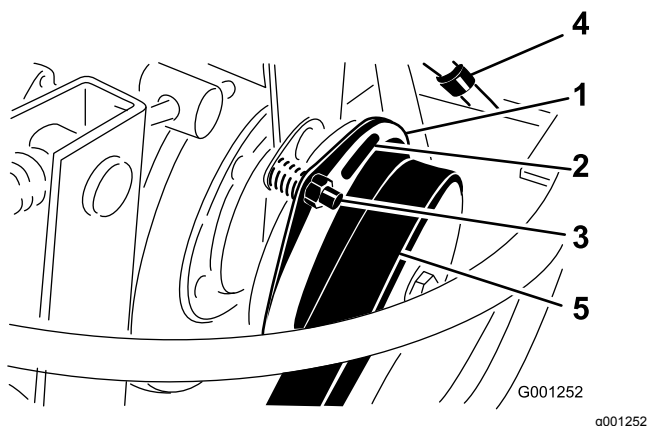

Figura 74
3. Ajuste a folga de modo a permitir a introdução de um calibrador de 0,38 mm entre a cobertura da embraiagem e a placa de fricção (Figura 74).
Nota: Pode reduzir esta folga se rodar a porca de ajuste no sentido dos ponteiros do relógio (Figura 74). A folga máxima é de 0,76 mm. Ajuste as 3 folgas.